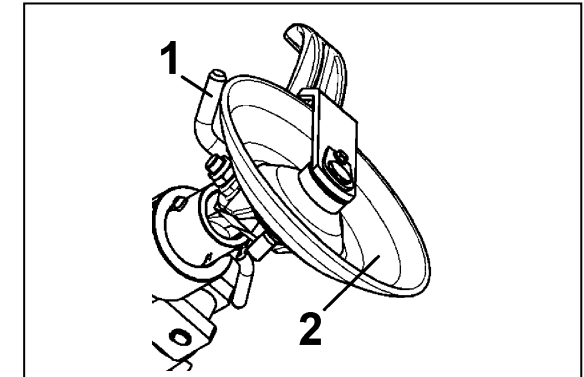

Fig.14a
- G. THE TOOL LOCKING PIN (1, Fig. 14a) MUST BE APPLIED ONLY WHEN USING THE DISC TOOL ON RIM WHEELS.
- G. L'AXE DE BLOCAGE DE L'OUTIL (1, Fig. 14a) DOIT ÊTRE APPLIQUÉ UNIQUEMENT PENDANT L'UTILISATION DE L'OUTIL À DISQUE SUR DES ROUES À RENFORT.
- G. DER SPANNBOLZEN FÜR DAS WERKZEUG (1, Abb. 14a) DARF NUR BEI VERWENDUNG DES SCHEIBENWERKZEUGS BEI RÄDERN MIT STAHLSEILKERN ANGEWANDT WERDEN.